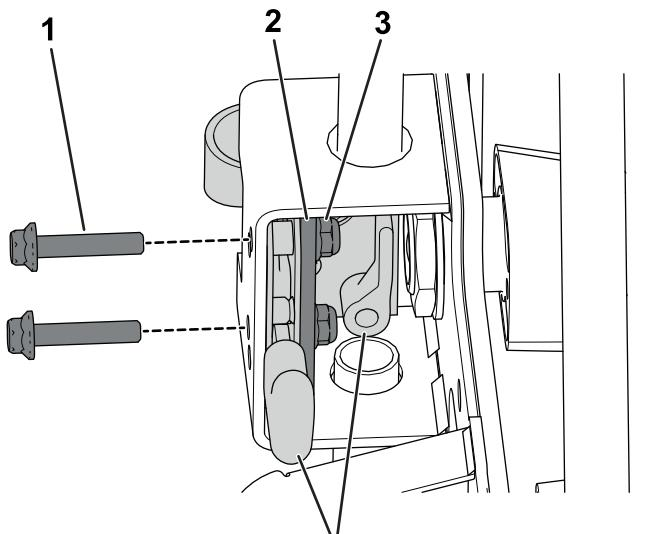

図 1
- ラッチアセンブリをハンドルマウントに固定しているボルト、サポートプレート、ナットを外す図 1。
6. ハンドルマウントにラッチャーセンブリを取り付けるステップ1で外した金具類を使用する図1を参照。